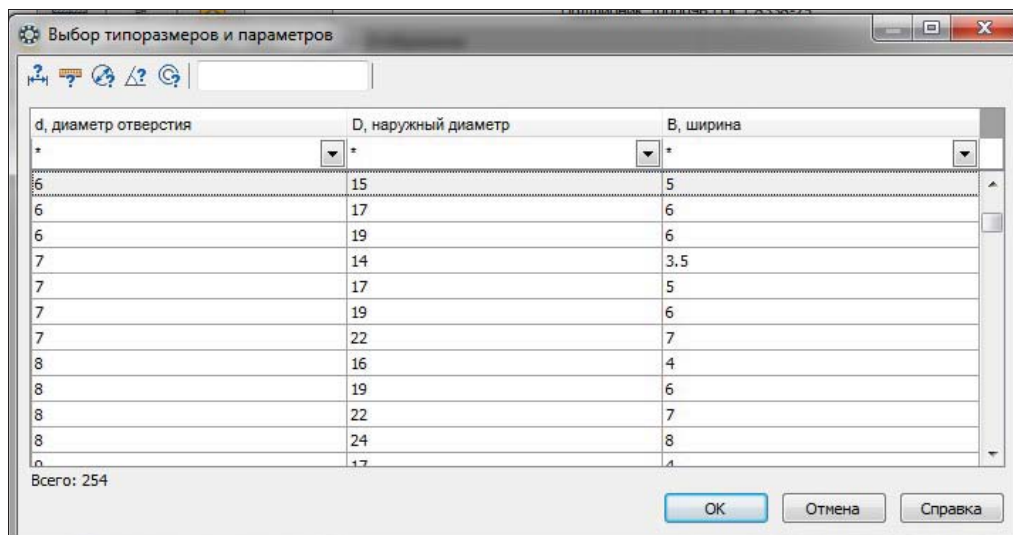

Рис. 30.26. Диалог **Выбор типоразмеров и параметров** при вставке подшипника
- двойным щелчком ЛК мыши по пункту **Конструкция и размеры** вызовите окно **Выбор типоразмеров и параметров** для ввода параметров подшипника (рис. 30.26);